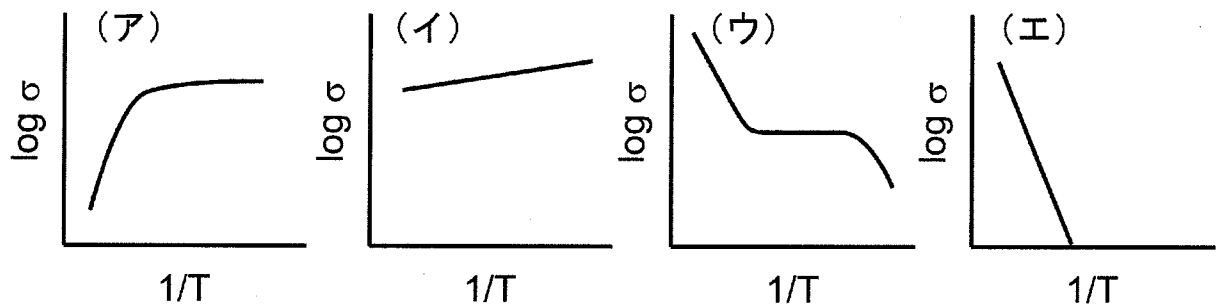

図2 導電率の温度依存性
- (1) 固溶体のホール密度(m^{-3})を求めよ。ただし、真性キャリア密度は外因性キャリア密度に比べて遥かに小さいとし、移動度は問1(3)の値 $0.05 (\text{m}^2 \text{V}^{-1}\text{sec}^{-1})$ を用いよ。
- (2) アクセプタがすべて飽和していると仮定したとき、固溶体の電子密度(m^{-3})を求めよ。
- (3) 外因性半導体の導電率 σ を温度の逆数 $1/T$ の関数として片対数プロットした。グラフとしてもっとも適切なものを次の図2(ア)~(エ)から選び出せ。